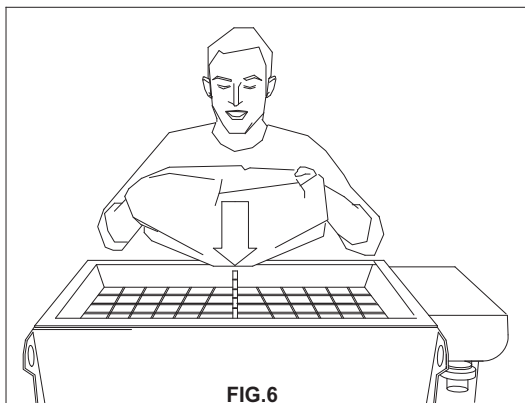

FIG.6
- Cargue el material premezclado seco. Apoye con decisión un saco en la rejilla rompesacos (12, fig. 1) y levante los dos extremos del saco hasta vaciarlo completamente en el interior de la tolva (fig. 6).